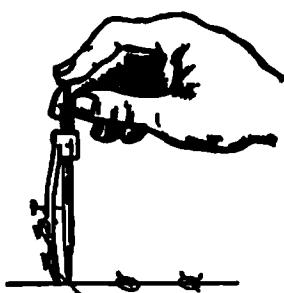

图 1-19 点圆规用法
使用方法：(1) 使用时用大拇指和中指提起套管，用食指按下针尖对准圆心，然后放下套管，使笔尖与纸面接触；再用大拇指轻轻转动套管，即可画出小圆，如图 1-19 所示。(2) 画完后，要先提起套管才能拿走点圆规。